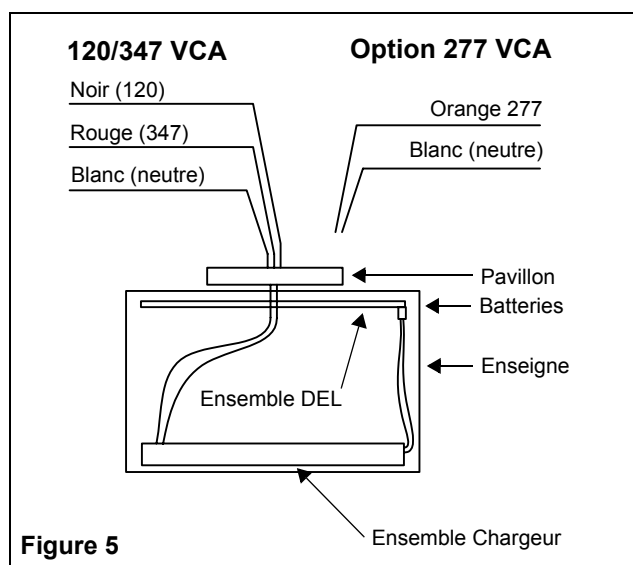

Figure 5
- Effectuer les connexions nécessaires (voir fig. 5).